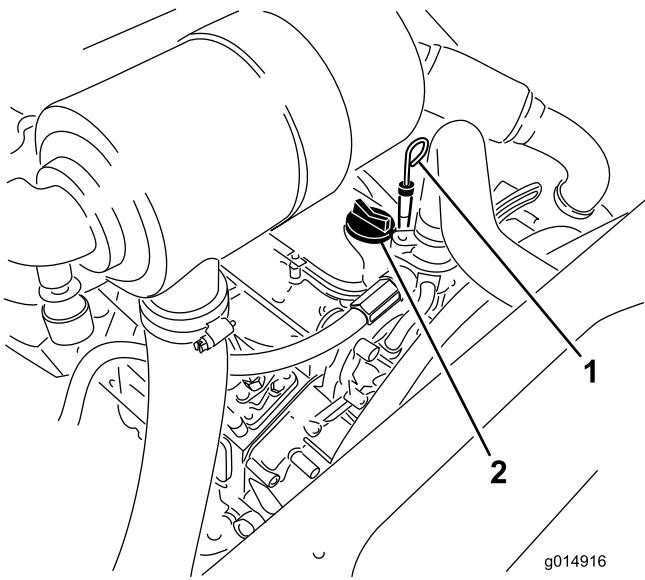

Figure 35
3. Retirez la jauge, essuyez-la sur un chiffon et remettez-la en place (Figure 35).
5. Si le niveau n'atteint pas le repère maximum, enlevez le bouchon de remplissage (Figure 35) et faites l'appoint jusqu'à ce que le niveau correct soit atteint.